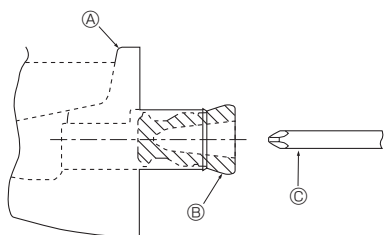

Fig. 5-1
- W przypadku rur po lewej stronie należy umieścić gumową zatyczkę w prawym króćcu spustowym. (Fig. 5-1).